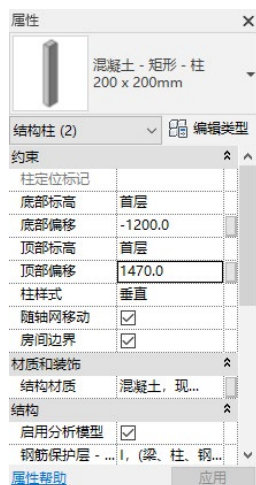

图 15-22 “属性”选项板
(14) 选择步骤(13)布置的“200×200mm”柱，在“属性”选项板中更改“底部偏移”为“-1200.0”，“顶部标高”为“首层”，“顶部偏移”为“1470.0”，其他采用默认设置，如图 15-22 所示。